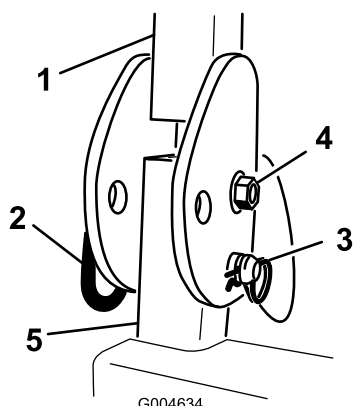

Figure 6
1. Retirez les goupilles fendues puis les deux axes de l'arceau de sécurité (Figure 6).
2. Relevez complètement l'arceau de sécurité puis insérez les deux axes et fixez ces derniers avec les goupilles fendues (Figure 6).